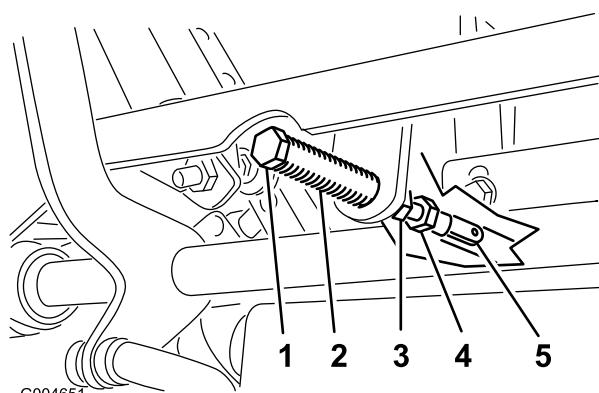

図 83
5. クレビスピンドルシャフトの上のアームについているガスロットの端部に接触するスプリングに圧力が掛かり始める位置まで、図 83 のようにレバーを手前に引く。
7. 調整が必要な場合は、ジャムナットをゆるめて調整ナットをヨーク側に移動できるようにする(図 83)。
8. コントロールレバーを軽く手前後退側に引きながら、調整ボルトを回して、コントロールレバーがちょうどニュートラル固定位置にくるように調整する(図 83)。
9. ナットとジャムナット図 83を締め付ける。
10. ボールジョイント部でジャムナット(図 83)を締めつける。